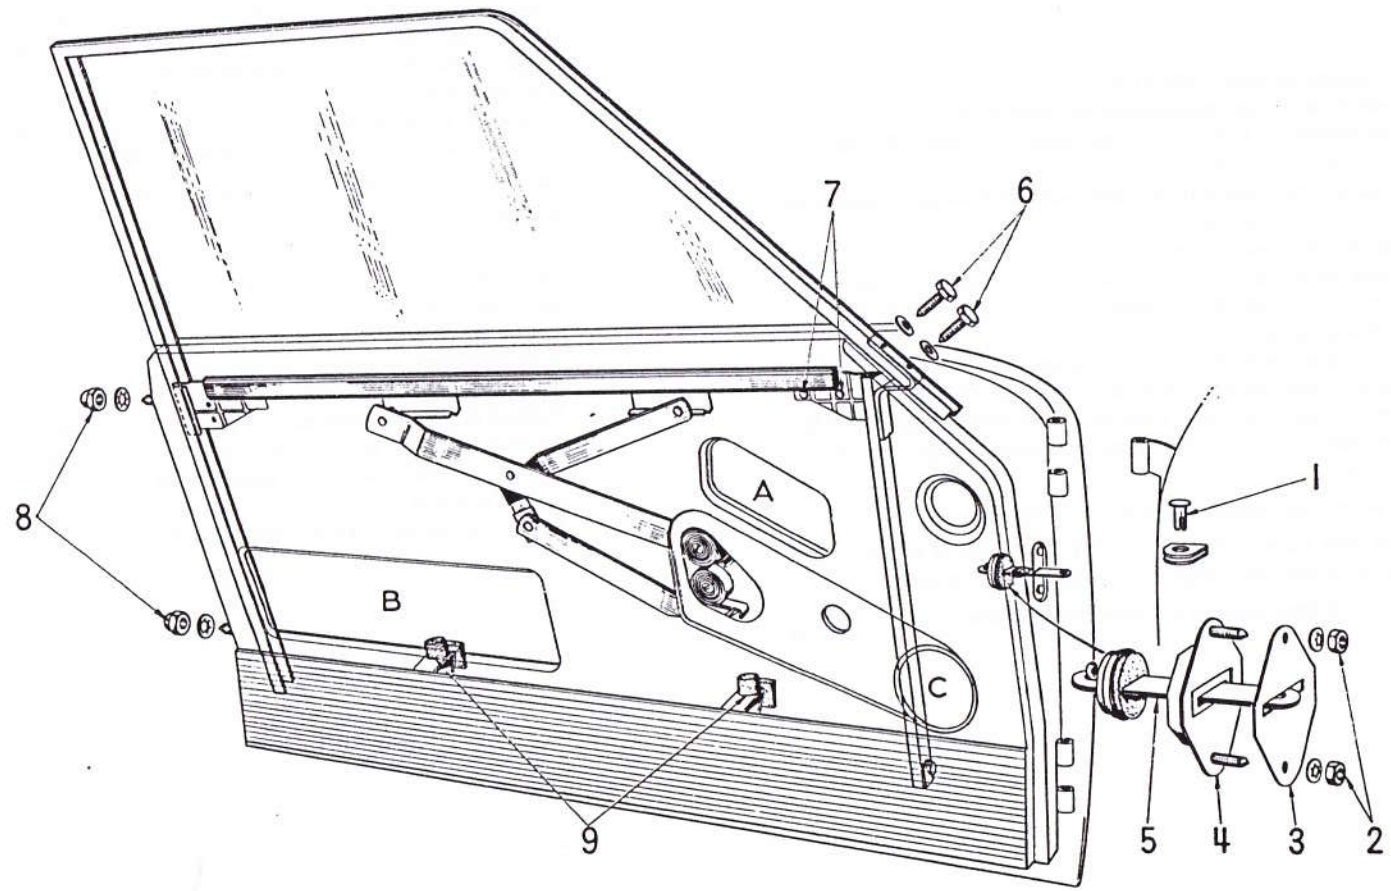

Fig.14
8280 – REMPLACEMENT d'un LEVE-VITRE de PORTE - (Fig. 14)
- 3) Lever la vitre aux 2/3 de sa hauteur et déposer les trois vis fixant le lève-vitre à l'intérieur de la porte (clé à pipe de 10). Repousser le mécanisme d'abord à l'intérieur de la porte de façon à dégager l'axe de la manivelle, déplacer ensuite le mécanisme de lève-vitre, latéralement vers l'arrière de la porte jusqu'à dégager les deux bras de la chaussée. Sortir le lève-vitre par l'orifice (B) - (Fig. 14).
- 4) Engager le lève-vitre à l'intérieur de la porte par l'ouverture (B) - (Fig. 14), engager les bras du mécanisme dans les glissières de la chaussée, mettre en place l'axe de la manivelle dans son passage, poser les trois vis et rondelles fixant le mécanisme, bloquer (clé à pipe de 10). S'assurer du bon fonctionnement du lève-vitre.
- 3) A l'intérieur de la porte, par l'ouverture (C) - (Fig. 14), déconnecter les fiches d'alimentation du feu d'accoudoir de porte et de rappel de cli-gnotant (3 fiches). Dégager le faisceau de la porte avec son passe-fil.
- 4) Desserrer les deux branches de l'axe du tirant de porte. Avant de déposer l'axe, refermer légèrement la porte afin de dégager le tirant de son arrêt (*pince*). Dégager l'axe, puis le tirant par l'ouverture (A) - (Fig. 14).